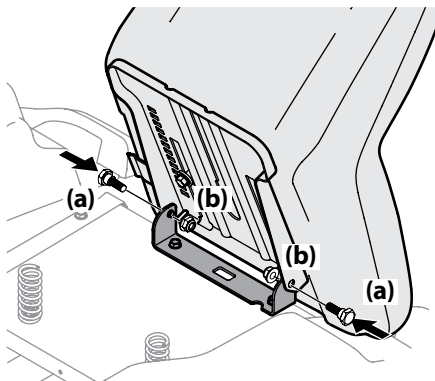

Figura 2-9
3. Gire el asiento hasta la posición deseada y asegúrelo en su lugar con los tornillos de reborde (a) y las tuercas de seguridad con brida (b) que extrajo antes. Tenga cuidado de no doblar o dañar el cableado mientras instala el asiento. Consulte la Figura 2-9.